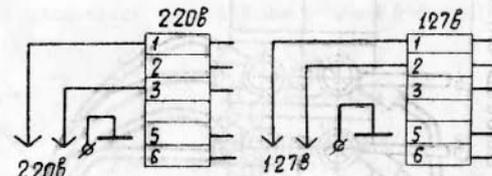

Рис. 2. Схема электрическая принципиальная
4.2. Электрическая принципиальная схема светильника показана на рис. 2.
7.1. Завод поставяет светильник включенным на 220 в. При необходимости переключения светильника на 127 в необходимо отвернуть винты, крепящие дно к основанию, снять дно и подсоединить концы провода к клеммам 1—2 панели (см. рис. 2).